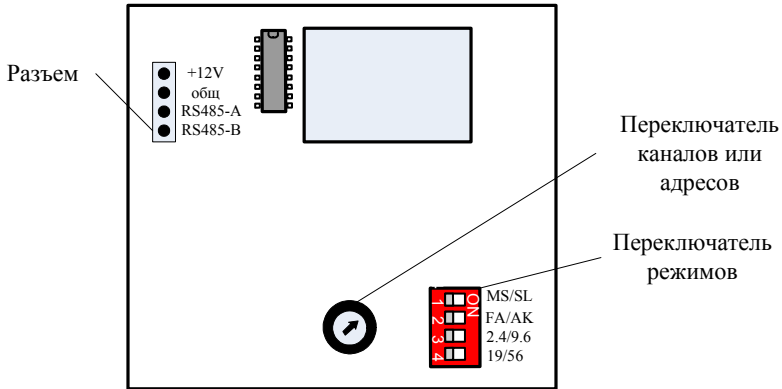

рис. 4
3.1.7. Устройство связи имеет следующие режимы работы: «Основной» и «Тестирование канала связи» (см. «Переключатель режимов» MS/SL на Рис. 4).